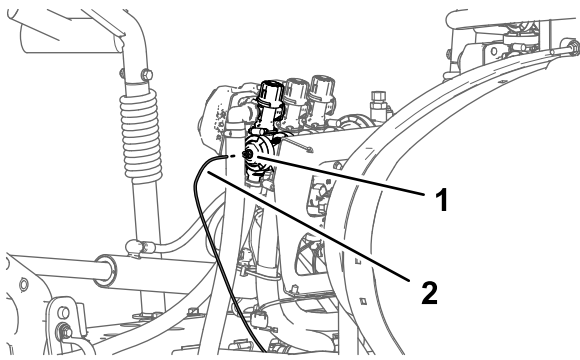

Figure 27
1. Poussez la bague de blocage du raccord de tube dans l'embout de la vanne de section de rampe droite (Figure 27).
2. Tirez le tube de détection de pression du manomètre de planche de bord hors du raccord de tube (Figure 27).